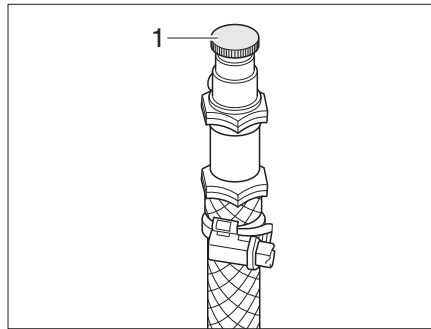

Bild 311 Entlüftungsventil Warmwasser-Heizung
- Das Entlüftungsventil (Bild 311,1) öffnen und geöffnet lassen, bis keine Luft mehr austritt.